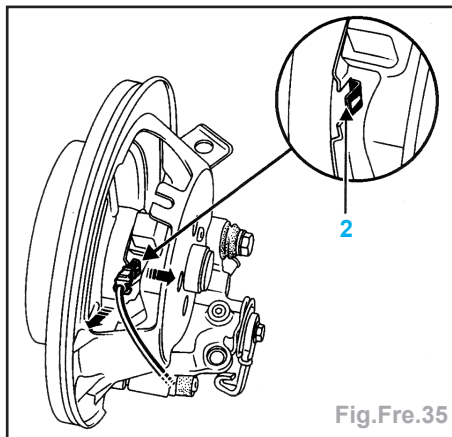

Fig.Fre.35
- Agir sur la languette du porte capteur en (2) pour libérer le capteur (Fig.Fre.35).